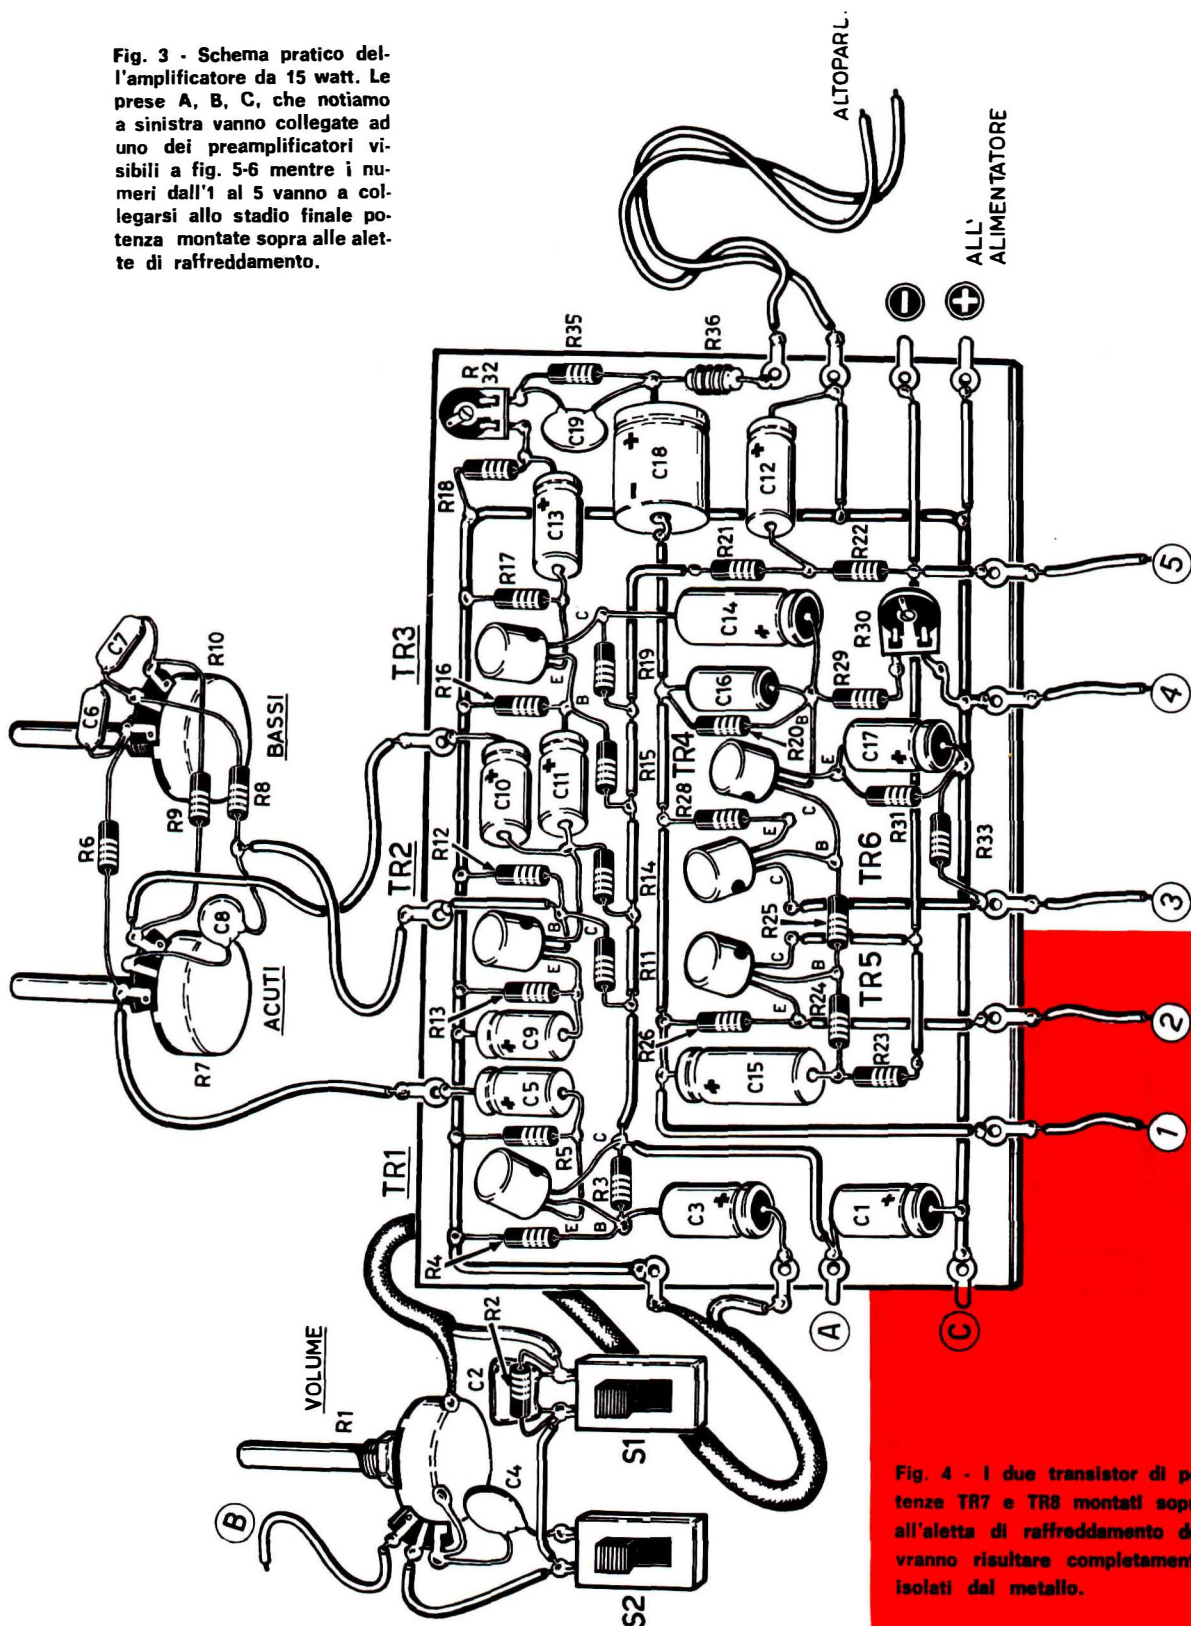

Fig. 4 - I due transistor di potenza TR7 e TR8 montati sopra all'aletta di raffreddamento dovranno risultare completamente isolati dal metallo.
Fig. 4 - Disegno del motoscafo visto in pianta ed in sezione longitudinale. Per ottenere le dimensioni reali, tutte le misure che ricaverete con una riga millimetrata, andranno moltiplicate per 2.
- lo stadio finale di potenza (fig. 4), montato su piastra di raffreddamento;
Passeremo, poi, alla realizzazione dello stadio finale di potenza (fig. 4) che, come noterete, è montata su di una piastra di raffreddamento in lega di alluminio, la quale è rintracciabile in commercio a prezzi assai moderati: essa deve misurare almeno cm. $12 \times 7 \times 3,5$ ed è rinvenibile tra gli accessori forniti dalla I. R. Italiana per i suoi semiconduttori, distribuiti dalla GBC. Comunque, il radiatore può anche essere richiesto alla Ditta Zaniboni (Via S. Carlo, 7 - Bologna), presso la quale ci siamo forniti noi stessi. Il prezzo che la Ditta Zaniboni pratica per questo componente è di circa 1.200 lire.
I nostri lettori più intraprendenti, però, potranno realizzare il radiatore in casa, servendosi di trafilati di alluminio ad «U», che verranno rivettati su di una piastra base pure di alluminio. La forma che il radiatore dovrà assumere può essere desunta dal disegno presentato in fig. 4.